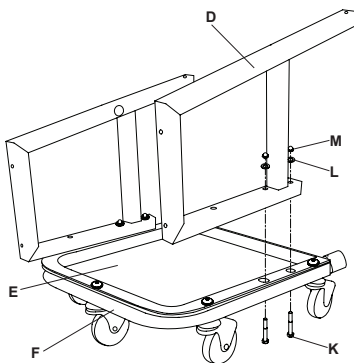

Figura 2: Ensamblaje de la bandeja para taburete y las ruedecillas
2. Luego, fije los dos marcos laterales (D) de la rueda (F) al marco de las ruedecillas con dos pernos de cabeza hexagonal M8 x 60 (K), dos arandelas (L) y dos tuercas bellota (M) cada uno (Figura 2).